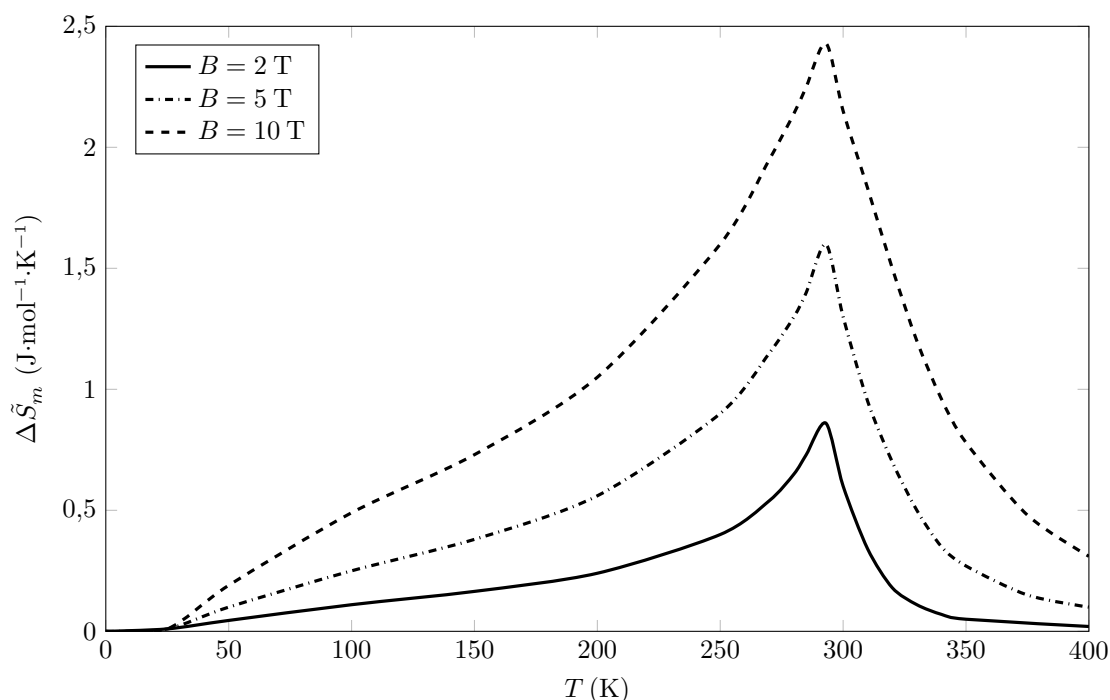

Figure 5
- Q 30.** La figure 5 représente la variation d'entropie magnétique $\Delta \tilde{S}_m$ du gadolinium en fonction de la température pour trois valeurs de champs magnétiques appliqués. Quelle valeur du champ magnétique faut-il choisir pour un refroidissement important autour de la température ambiante ? Pour le gadolinium, $C_p = 36,1 \text{ J}\cdot\text{mol}^{-1}\cdot\text{K}^{-1}$. Le maximum de la courbe à 5 T est obtenu pour $T = 294 \text{ K}$.